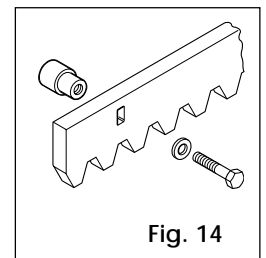

Fig. 14
4.4.1. WELD-ON STEEL RACK (Fig. 14)